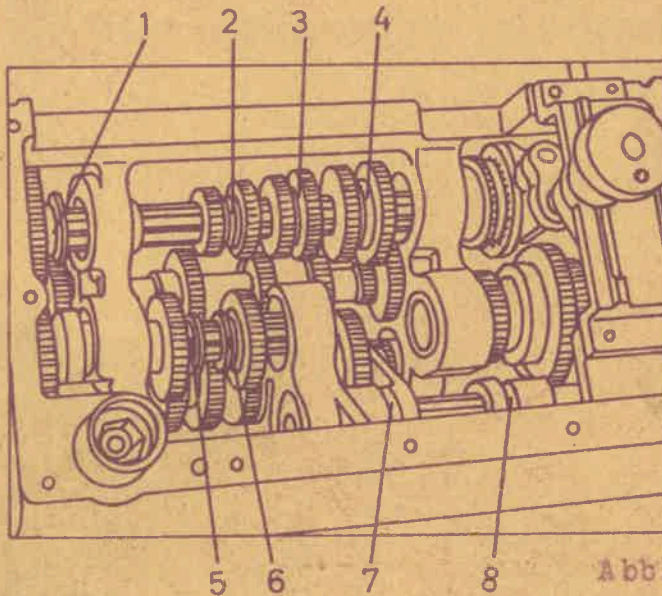

Abb. 15
- 1) Schaltrad 1 ist links in das innenverzahnte Rad eingekuppelt (Abb. 15).